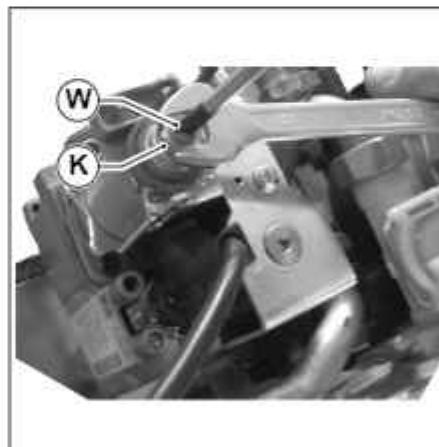

Рис. 49 Регулировка газового клапана
- Вращая ПО ЧАСОВОЙ СТРЕЛКЕ гайку K(смотри Рис. 49 Регулировка газового клапана) увеличивается давление на форсунке; вращая ее ПРОТИВ ЧАСОВОЙ СТРЕЛКИ, давление на форсунке уменьшается.
- Удерживая в фиксированном положении гайку K, посредством ключа на 10мм, вращать винт W ПО ЧАСОВОЙ СТРЕЛКЕ, для увеличения давления; ПРОТИВ ЧАСОВОЙ СТРЕЛКИ, для уменьшения значения давления (смотри Рис. 49 Регулировка газового клапана).